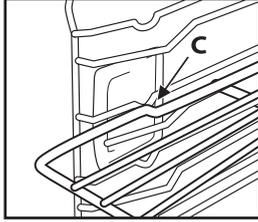

Fig. 3
3. Remettre la grille en position horizontale et poussez-la jusqu'à ce qu'elle soit parfaitement insérée « C » (fig. 3).